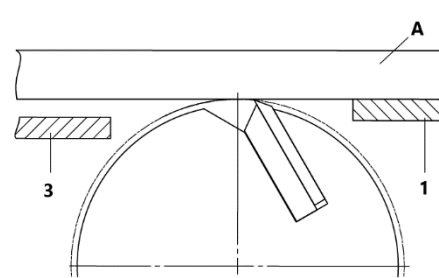
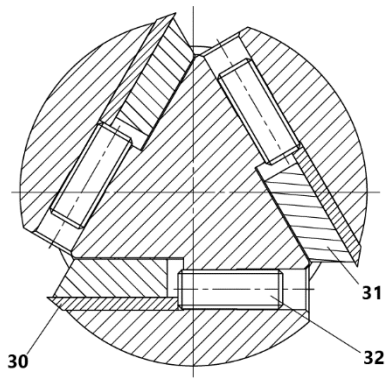

Рисунок 10 Схема проверки ножей
Рисунок 9 Регулировочное устройство
- выставьте приёмный стол с помощью ручки 6 так, чтобы при вращении ножевого вала строгальные ножи слегка касались линейки (рис. 10).
Закручиванием/выкручиванием винтов 32 (рис. 9) шестигранным ключом $s=3$ мм отрегулировать ножи 30 так, чтобы острие ножа слегка касалось проверочной линейки А, установленной на столе приёмном 1 (рис. 10).